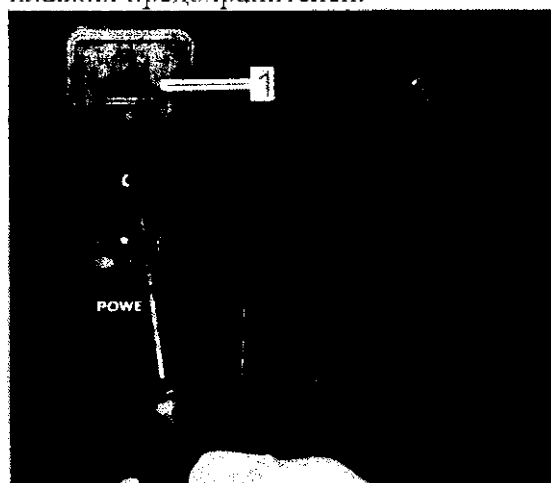

Рис. 89: Открытие крышки плавких предохранителей
2. С помощью отвертки с плоским жалом открыть крышку (рис. 89/1).